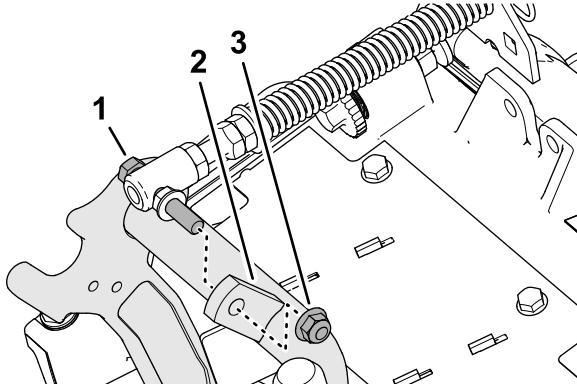

图 19
3. 拆下将草坪补偿弹簧的平头螺丝固定到承载架右侧凸耳的凸缘锁紧螺母 $\frac{3}{8}$ 英寸然后从滚刀组上拆下补偿弹簧 图 19。